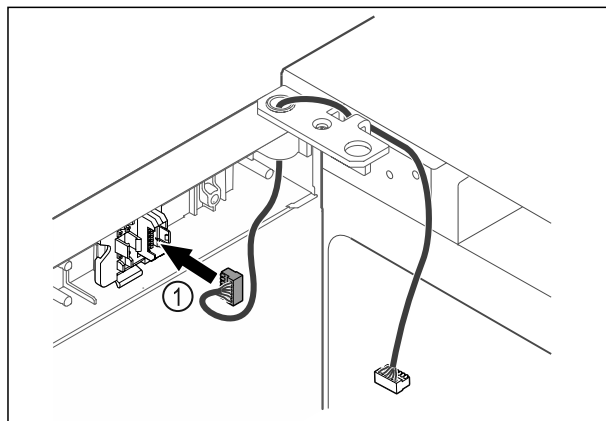

Fig. 42
- Ievietojiet spraudni Fig. 42 (1) spraudņa turētājā.